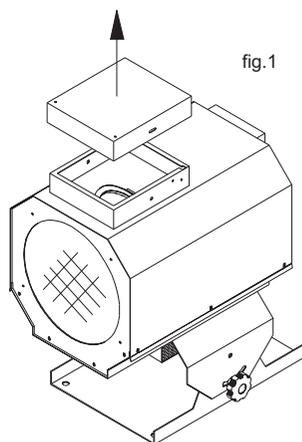

fig.1
1) Togliere il coperchio cambio lampada situato sulla parte superiore del proiettore (fig.1);